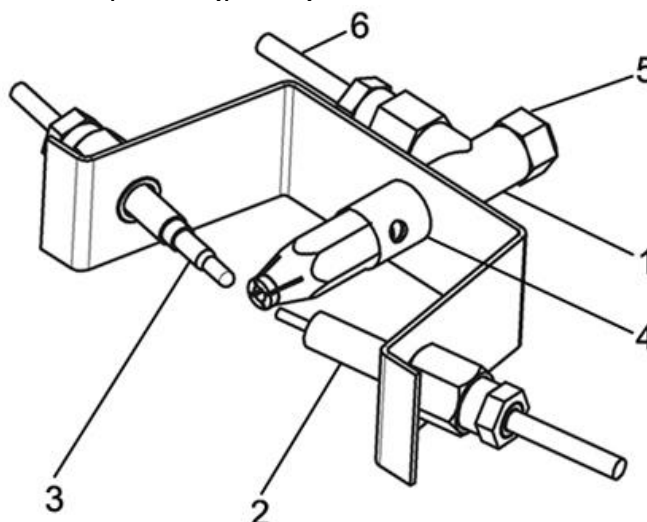

Рис.6 Устройство узла запальной горелки
- Найдите узел запальной горелки (рис.6).
- Открутите ключом на 11 заглушку 5 (рис.6), под которой располагается регулировочный винт мощности пламени запальной горелки.
- Если пламя запальной горелки коптит или шумит, необходимо отрегулировать подачу первичного воздуха шибером 4 (рис.6), поворачивая его вокруг своей оси.
- После того, как пламя запальной горелки отрегулировано, закрутите заглушку 5 (рис.6).